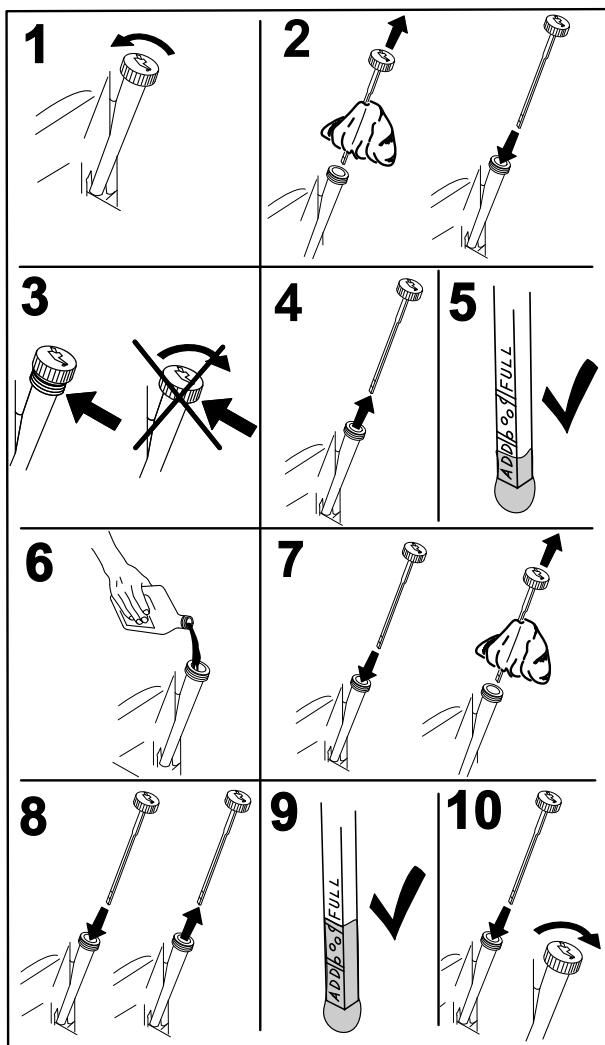

Figure 30
4. Avant de quitter la position de conduite, coupez le moteur, enlevez la clé de contact et attendez l'arrêt de toutes les pièces mobiles (Figure 30).